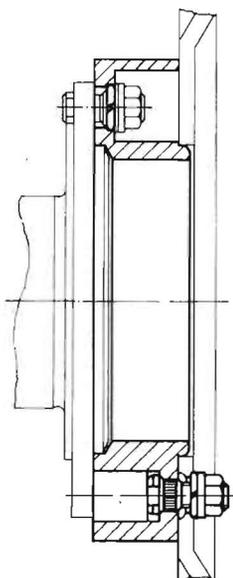

Bild 12
4.2.16. Zwischenring (Bild 3 – Pos. 18 und Bild 12)